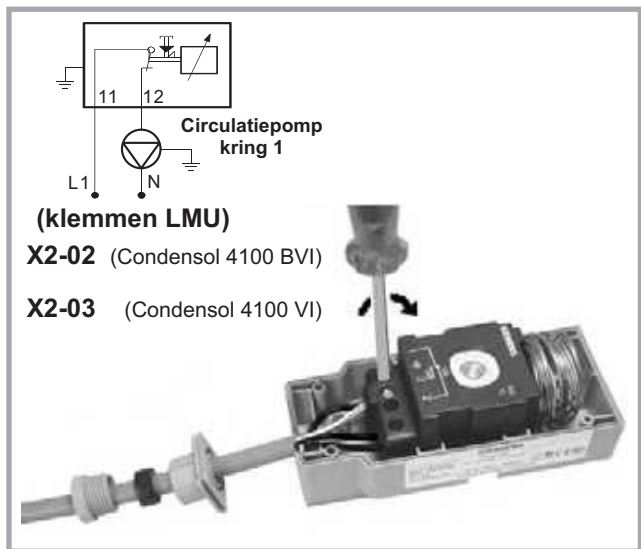

Fig. 1 - Elektrische aansluitingen
- De aansluitingen uitvoeren volgens de schema's fig. 1 et 2.